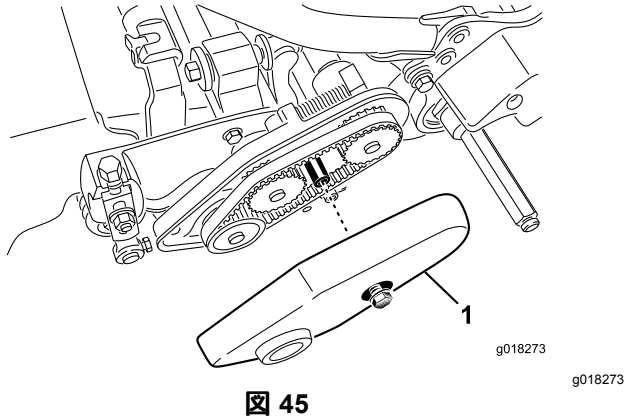

図 45
2. ベルトカバーを固定しているフランジボルトをゆるめてベルトカバーを外し、ベルトを露出させる(図 45)。